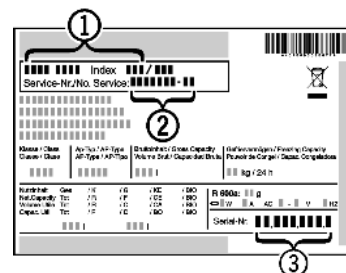

Fig. 6
- Наименование устройства Fig. 6 (1), сервисный № Fig. 6 (2) и серийный № Fig. 6 (3) считайте с заводской таблички. Заводская табличка находится внутри устройства слева.
- Обратитесь в сервисную службу и сообщите вид неисправности, наименование устройства Fig. 6 (1), сервисный № Fig. 6 (2) и серийный № Fig. 6 (3).